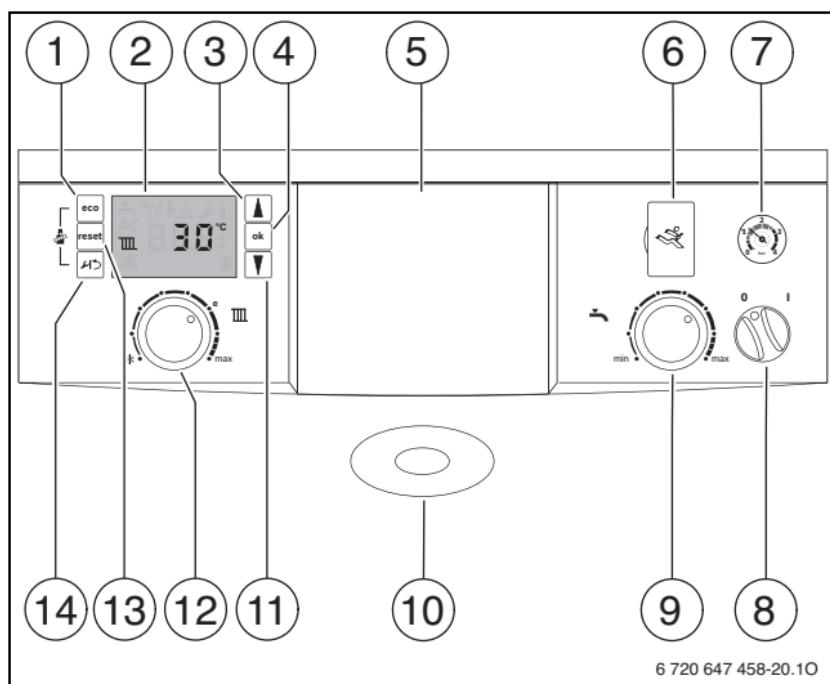

Fig. 4 Betjeningselementer
- Udetemperaturstyret regulering udvidet indbygget i kedlen → fig. 4, [5].